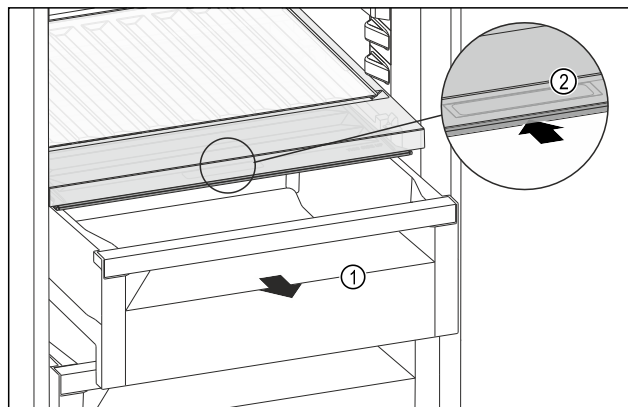

Fig. 128
- Zásuvku Fig. 128 (1) vytáhněte.
- Uchopte prohlubeň pro rukojeť Fig. 128 (2) na víku zásuvky a současně zasuňte víko zásuvky směrem dozadu.